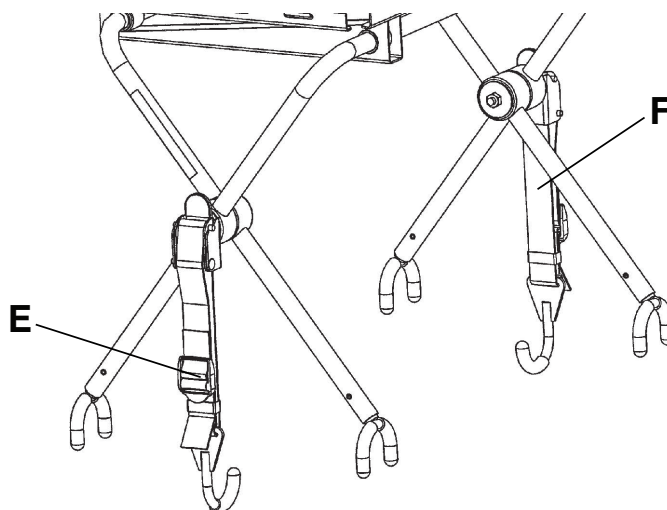

Figura 29 – Prender a plataforma do desfibrilador à maca
9. Prenda as correias (E) para segurar o desfibrilador na plataforma do desfibrilador (Figura 29).